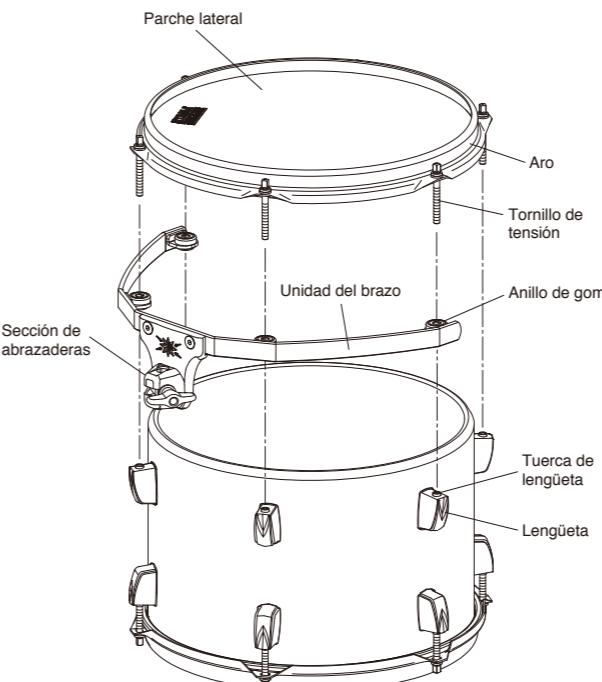

Fig. 2-1B
- * Coloque el nuevo parche y el aro en el cuerpo. Introduzca los tornillos de tensión en los orificios del aro y los anillos de goma del Star-mount, en las lengüetas (tal y como se muestra en la Fig. 2-1B).